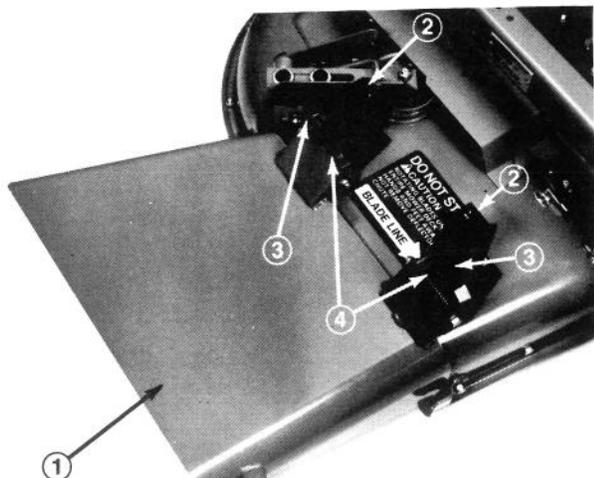

Abbildung 23
2. Die Fangvorrichtungsaufhängung an der Außenseite der Gelenkteile (mitgeliefert) positionieren und die Bauteile mit den vorher abgenommenen Kopschrauben, Kontermuttern und Unterlegscheiben absichern (Abb. 23). Beide Kontermuttern müssen aufeinander gerichtet sein. Die Kontermuttern soweit anziehen, bis sie mit den Prallblechgelenken bündig sind.